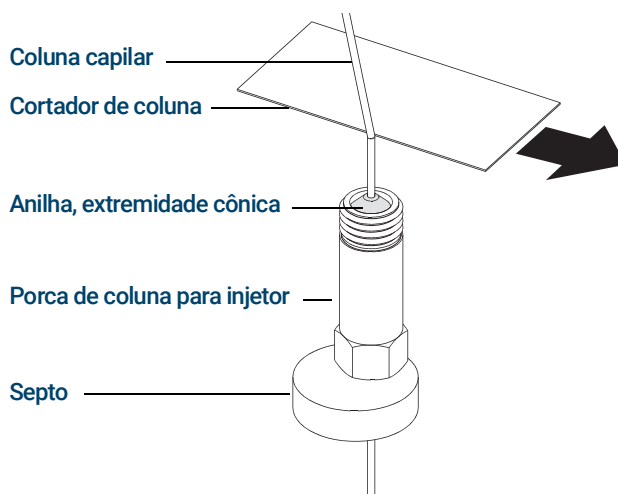

Figura 3. Preparação de uma coluna capilar para instalação
- 2 Utilizando luvas limpas, pressione a coluna através do septo (isso exige um pouco de pressão). Em seguida, deslize a porca da coluna e a anilha condicionada na extremidade livre da coluna. (Consulte **Figura 3.**) A extremidade cônica da anilha deve ficar em posição inversa à porca da coluna.